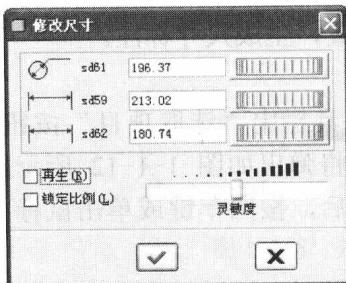

图 1-1-13 “修改尺寸”对话框
(2) 多个尺寸修改。先用鼠标框选多个需要修改的尺寸(或按住 Ctrl 键,依次选取多个尺寸),然后单击工具栏中的“修改”按钮 M ,系统将弹出如图 1-1-13 所示的“修改尺寸”对话框,选中的尺寸将出现在尺寸列表框中。在列表框中逐个修改尺寸,完成后单击 \checkmark 按钮退出。修改时应去除“再生”复选框前的钩,防止图形随时变化。